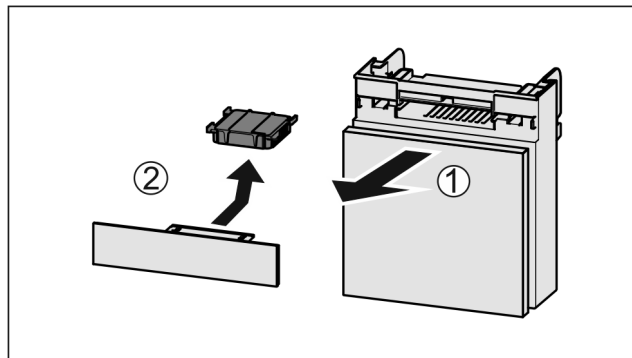

Fig. 52
- Потягніть Fig. 52 (1) відділення вперед.
- Витягнути Fig. 52 (2) фільтр з активованого вугілля.